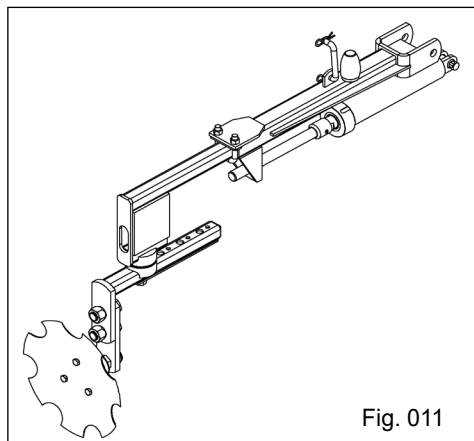

Fig. 011
- Possui haste telescópica para as diversas regulagens de espaçamento de plantio e disco côncavo recortado de 18" para marcar a linha no solo (Fig. 011).